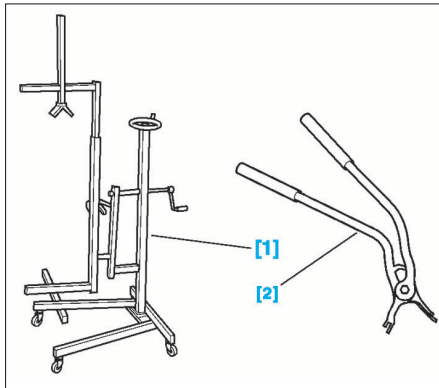

FIG. 35
- [1] Support de porte CELETTE (Fig.35).
- [2] Extracteur d'axe Ref.1355-B (Fig.35).